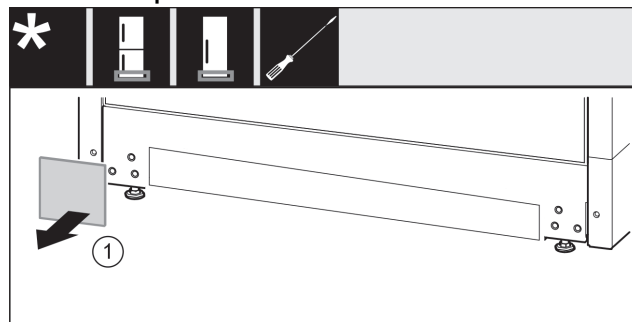

Fig. 17
- Retire la cubierta Fig. 17 (1).